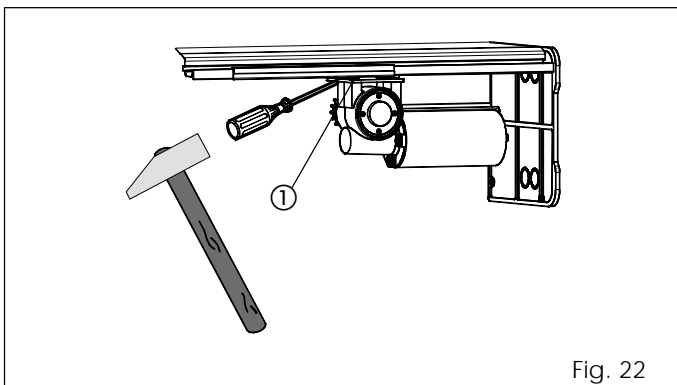

Fig. 22
- De vier bevestigingsschroeven (fig. 22 ref. ①) van de tweede motor een beetje losdraaien.
- De motor eruit duwen met behulp van een hamer zoals geïllustreerd is op de fig. 22.